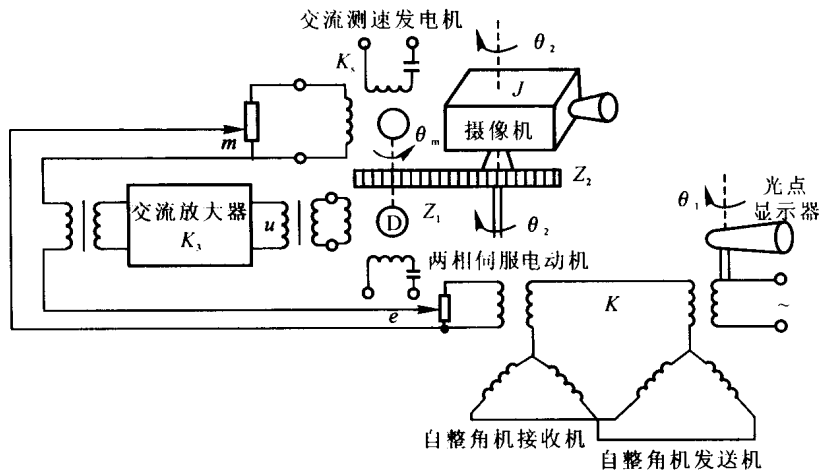

图 1.7 摄像机角位置随动系统原理图
(2) 控制装置各组成部分及其作用如下: 手柄是给定元件, 给出表征工作台希望位置的转角信号 φ_1 。齿条齿轮传动机构完成测量元件的功能。由控制电位器、反馈电位器组成的电桥电路完成 φ_1 和 φ_2 (表征工作台实际位置) 的比较, 给出偏差电压 Δu 。放大器是放大元件。电磁阀、作动筒组成执行机构, 推动工作台移动。
4. 摄像机角位置自动跟踪系统如图 1.7 所示。当光点显示器对准某个方向时, 摄像机自动跟踪并对准这个方向。试分析系统的工作原理, 指出被控对象、被控量和给定量, 画出系统框图。